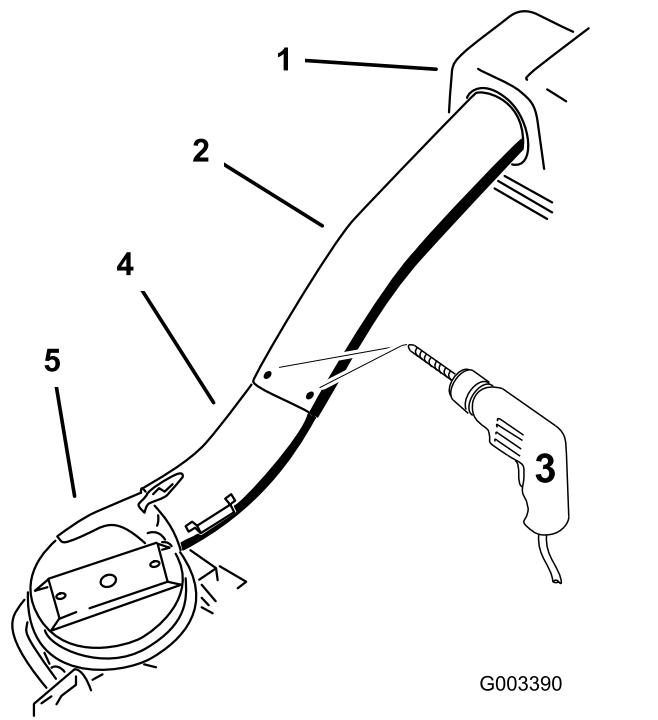

Bild 29
12. Verwenden Sie die drei Löcher oder Vertiefungen im oberen Rohr als Schablone und bohren drei Löcher (Durchmesser von 7/32") an der Stelle, an der das obere und untere Rohr verbunden sind (Bild 29).